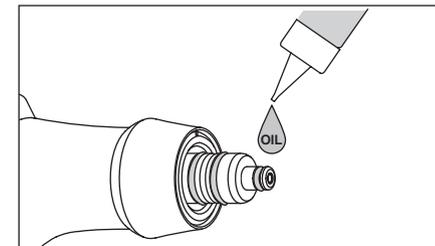

Рис.14
- 1) Просушите секцию уплотнительных колец, капните каплю прилегающегося машинного масла и разотрите пальцем. (Рис. 14)